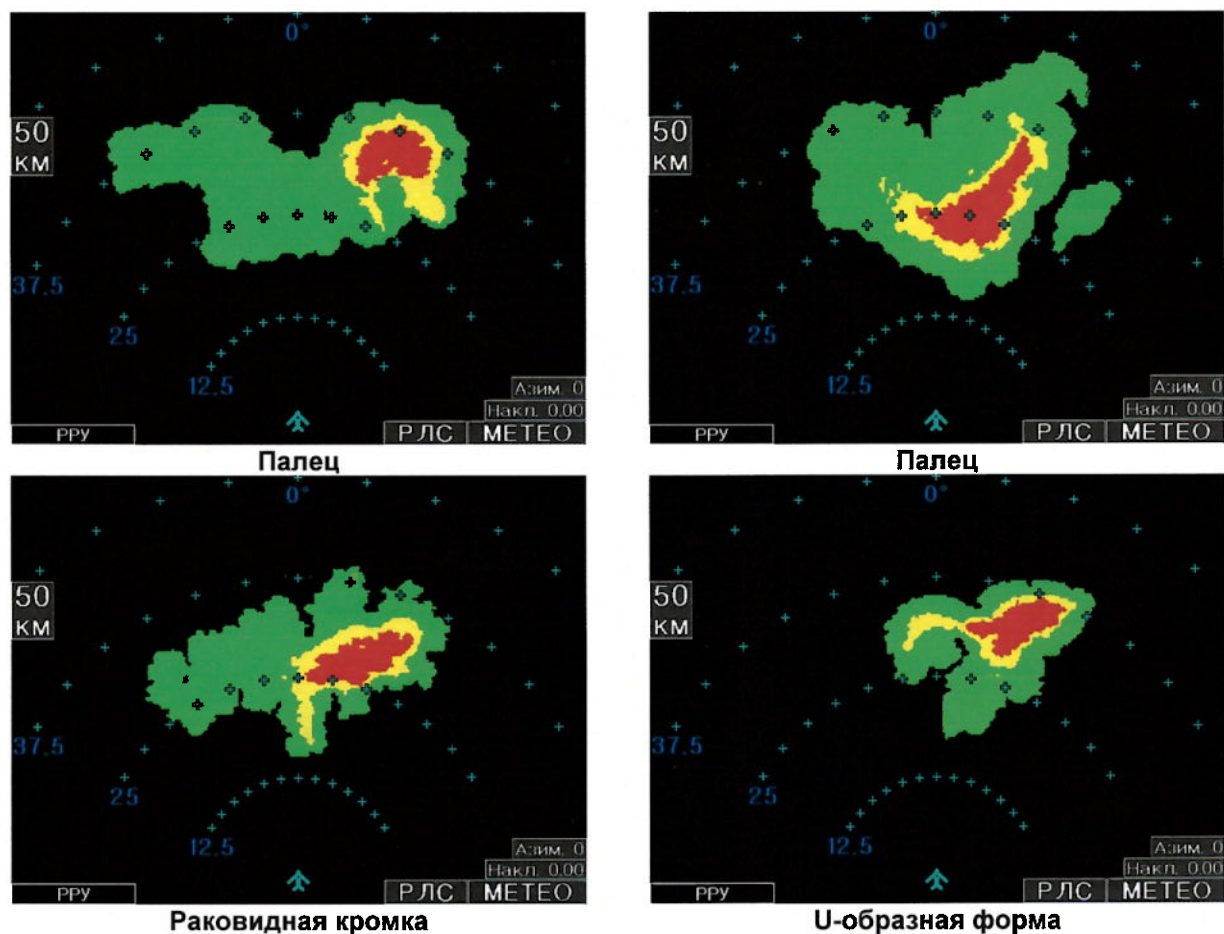

Рис. 7 – Примеры изображений метеообъектов, характерных для града
Потоки града обычно определяются по четырем характерным формам: (1) «пальцы» и выступы, (2) крюки, (3) раковинovidные кромки в очертаниях облака и (4) кромки облака U-образной формы от 6 до 13 км в поперечнике (см. рис. 7).